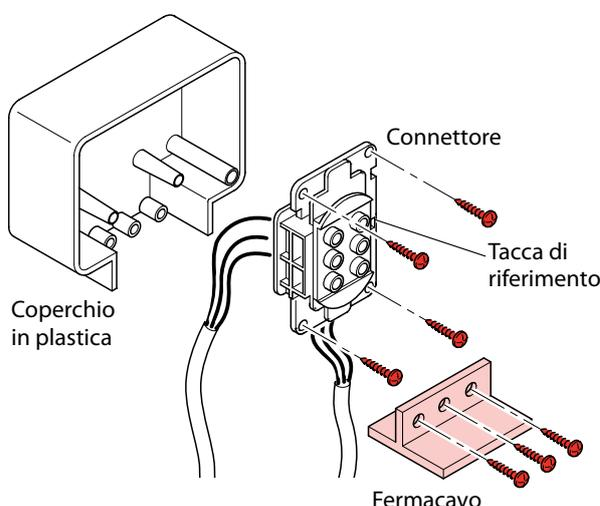

Fig. 3
2. Inserire il connettore nel coperchio in plastica fissandolo con le apposite viti, quindi assicurare i cavi al coperchio tramite il fermacavo (vedi fig. 3).
I cavi in dotazione sono cablati con spina d'ingresso e prese d'uscita aventi una portata massima di 16A. Si consiglia, pertanto, di utilizzare un cablaggio diretto dal quadro al connettore in dotazione (seguendo le indicazioni per i collegamenti di Fig. 3 e 4 Pag. 11) nelle applicazioni dove la corrente presunta d'ingresso all'UPS superi i 16A (es. 5000 VA con Vinn=184V)